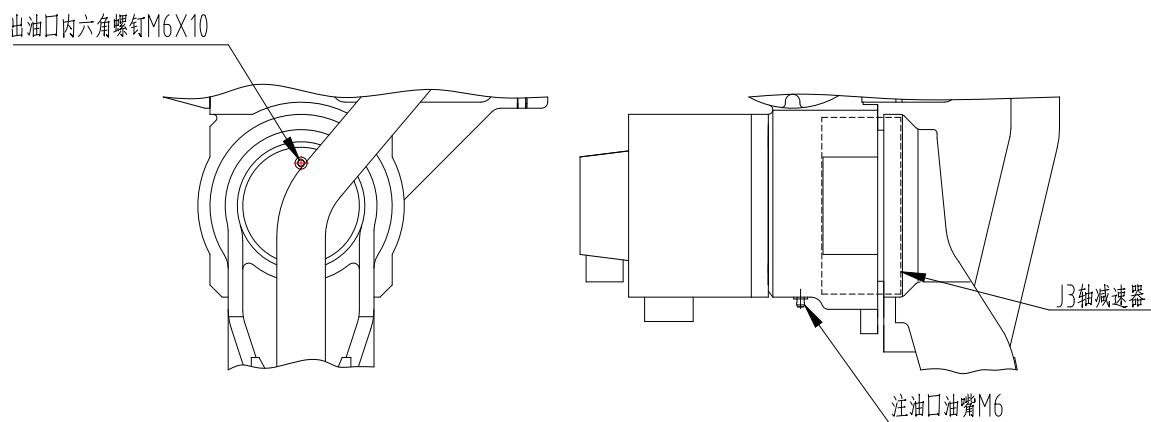

图 15 J3 轴减速机局部结构
(1) 油脂补充步骤（参考 图 15 J3 轴减速机局部结构）
- ④ 安装排油口堵塞前，运动 J3 轴几分钟，使多余的油脂从排油口排出；
⑤ 用布擦净从排油口排出的多余的油脂，在排油口安装堵塞。堵塞的螺纹处要缠生胶带并用扳手拧紧。
(2) 油脂更换步骤（参考 图 15 J3 轴减速机局部结构）